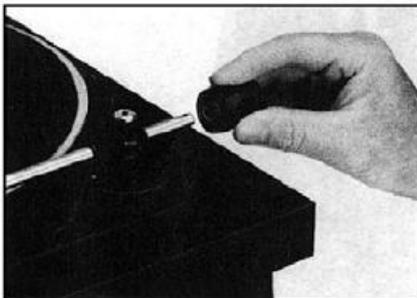

Рис.4
2. Поверните противовес тонарма (3) (рис. 4). Разблокируйте тонарм и переместите его на опору тонарма. Установите рычаг подъема тонарма **5** в позицию **▼**. Во время выполнения этой операции придерживайте тонарм.